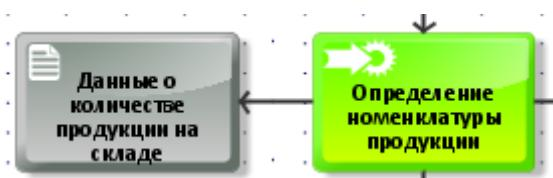

Рисунок 2.19
8. Связать данные документы при помощи объекта «Connection» со следующими работами (рисунок 2.19 – 2.20):